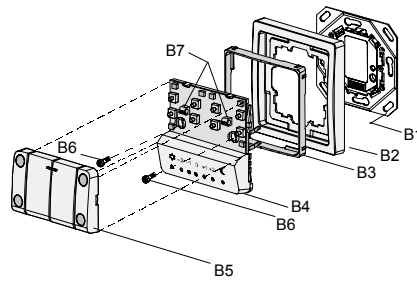

Bild 3: Montage-Reihenfolge
- Stecken Sie das Tastermodul (B4) gemeinsam mit dem Rahmen (B2/B3) auf den Busankoppler (B1) und drücken es fest zusammen (Bild 3).